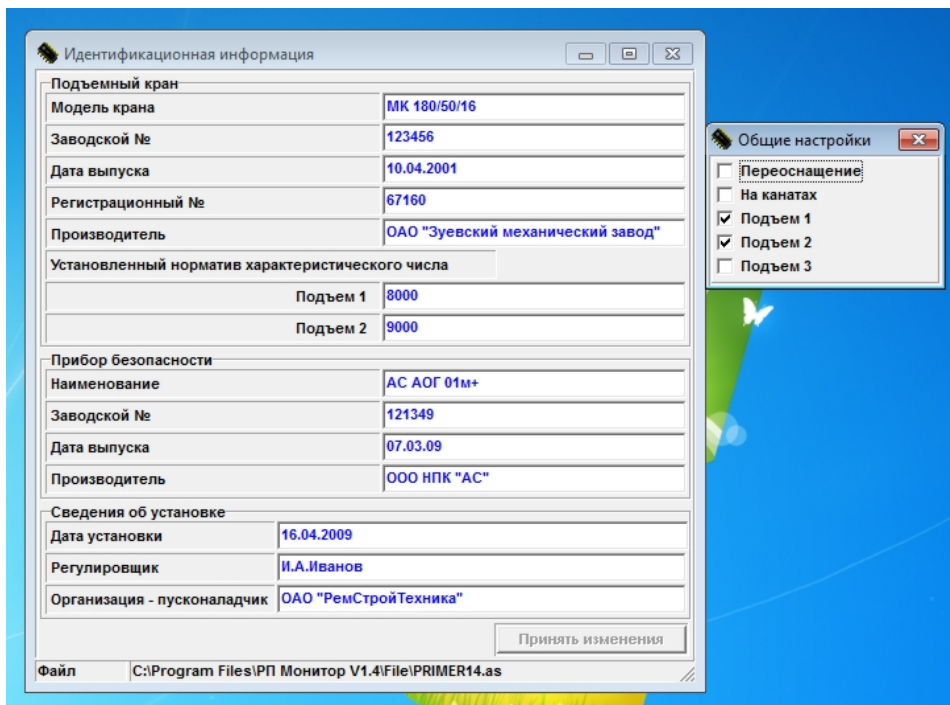
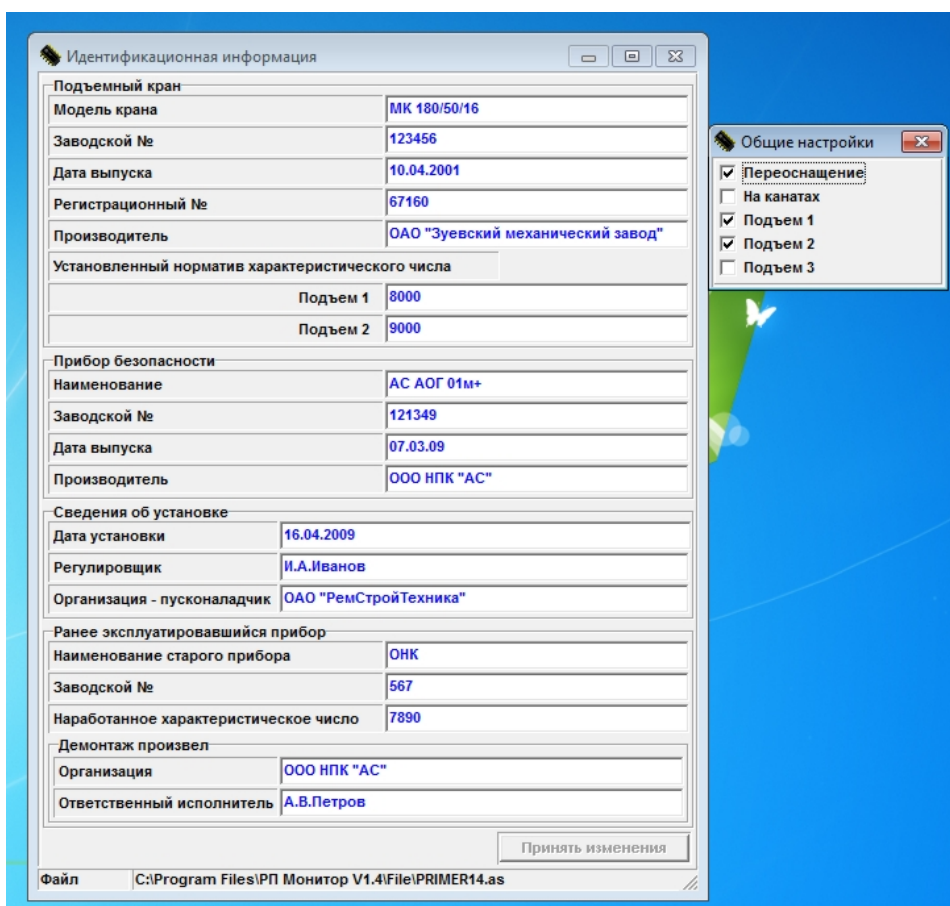

Рис. 7.
Рис. 8.
Выбор характера работы "Переоснащение" приводит к появлению в окне "Идентификационная информация", Рис.7, дополнительного поля, куда вносится информация о приборе безопасности, установленном на грузоподъемном устройстве ранее и демонтированном в ходе переоснащения, Рис.8.
В зависимости от выбранного Вами в предыдущем пункте характера работы, появится окно "Идентификационная информация", либо для впервые устанавливаемого прибора, Рис.7, либо для прибора, устанавливаемого взамен ранее эксплуатировавшегося, Рис.8.
- идентификационная информация, Рис.7 или Рис.8 в зависимости от выбранного характера выполняемых работ;